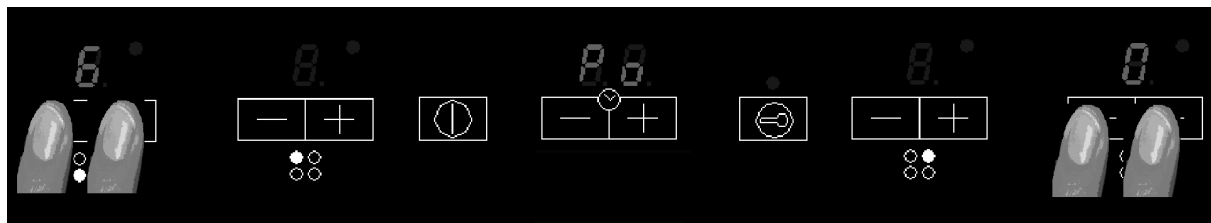

Рис. 17
- Одновременно нажмите кнопки выбора переднего левого нагревательного элемента 2 и переднего правого нагревательного элемента 1 (рис. 17).